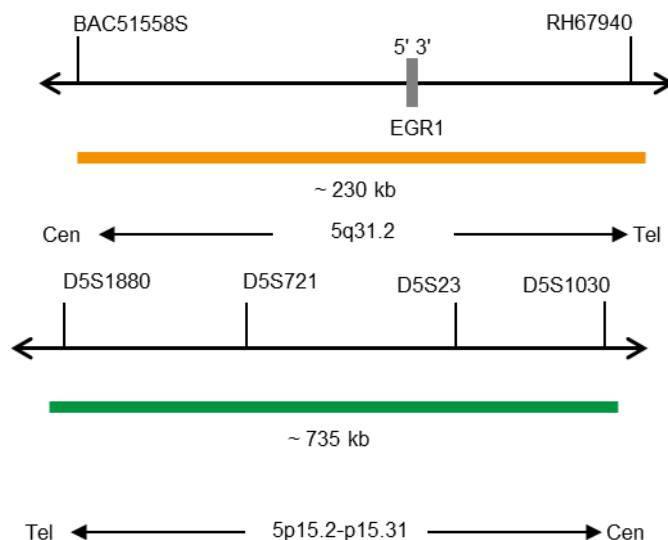

Fig. 1: Arriba: SPEC EGR1 Mapa de la sonda; abajo: SPEC D5S23,D5S721 Mapa de la sonda (no está a escala)
- Polinucleótidos marcados en naranja (excitación a 547 nm/emisión a 572 nm) ZyOrange (~4,5 ng/μl), dirigidos a secuencias localizadas en 5q31.2* (chr5:137,667,079-137,897,109) que albergan la región del gen EGR1 (ver Fig. 1).
- Polinucleótidos marcados en verde (excitación a 503 nm/emisión a 528 nm) ZyGreen (~10,0 ng/μl), dirigidos a secuencias localizadas en 5p15.2-p15.31* (chr5:9,233,775-9,967,465) que albergan el locus D5S23,D5S721 (ver Fig. 1).